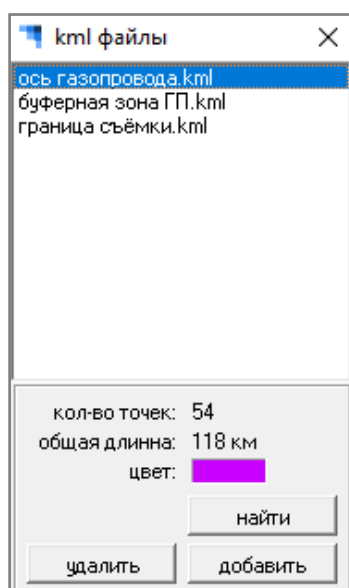

Рисунок 29 – Окно «kml файлы»
5.2.10 Пункт «kml-файлы» – инструмент для работы с kml-файлами (Рисунок 29).